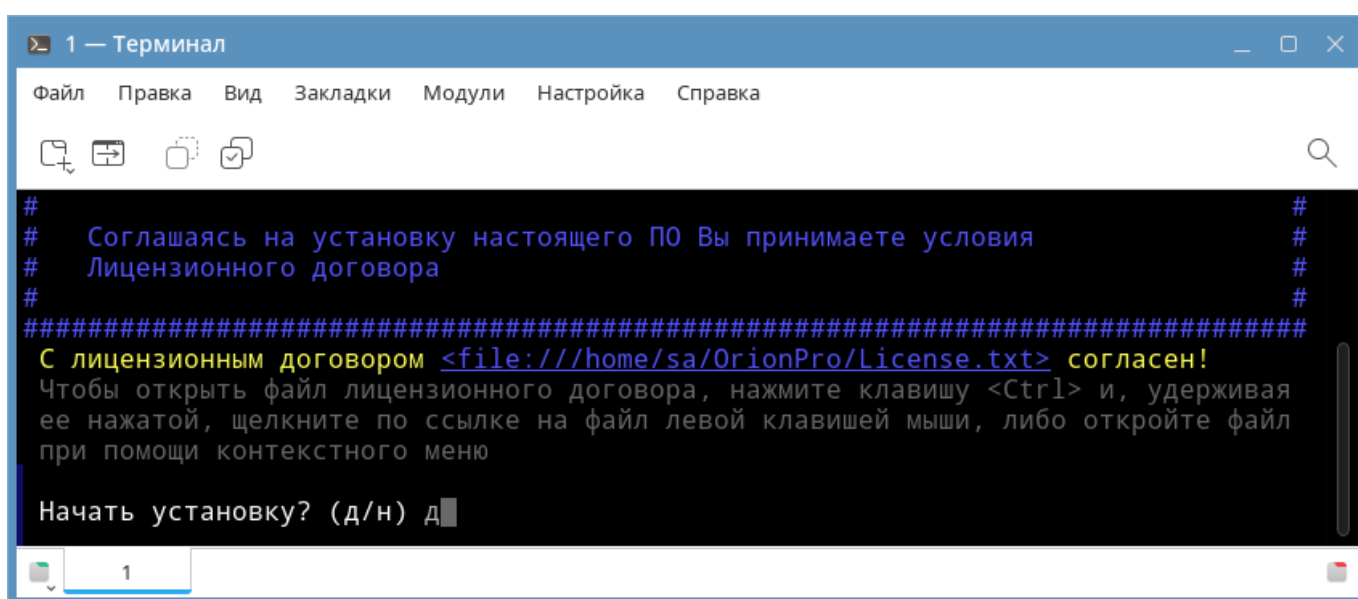

Рисунок 2-9 Подтверждение начала установки ПО
- 7) Продолжение установки ПО возможно только при условии согласия с условиями Лицензионного договора. Предоставьте ответ на вопрос о начале установки ПО. При согласии с условиями Лицензионного договора подтвердите начало установки, для чего введите «д» (от «да», см. Рисунок 2-9) или «у» (от «yes») и нажмите клавишу <Enter> на клавиатуре, после чего перейдите к следующему шагу. При несогласии с условиями Лицензионного договора введите «н» (от «нет») или «п» (от «no») и нажмите клавишу <Enter> на клавиатуре, после чего установка ПО будет прервана (см. Рисунок 2-10);